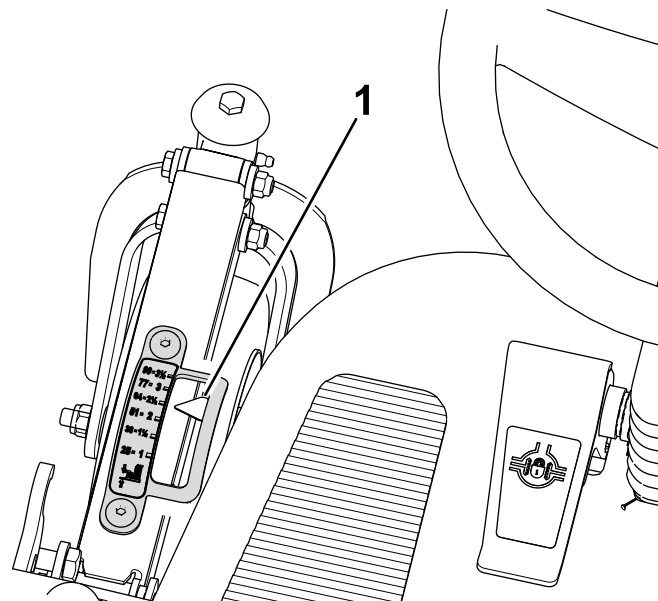

Figura 97
1. Regolate l'altezza di taglio a 64 mm (Figura 97).